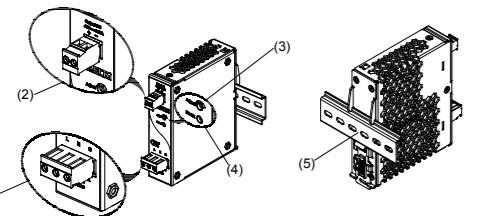

Figure 1
5.2. Anschluss der Ausgangsklemmen (Abb. 1 (2))
Verwenden Sie die Schraubklemmen „+“ und „-“, um den 48Vdc-Anschluss herzustellen. Am Ausgang stehen 48Vdc zur Verfügung. Die Ausgangsspannung kann am Potentiometer zwischen 48 und 56Vdc eingestellt werden. Die grüne LED „DC OK“ zeigt die korrekte Funktion des Ausgangs an (Abb. 1 (4)). Das Gerät verfügt über einen Kurzschluss-, Überlast- und Überspannungsschutz, der auf >57Vdc begrenzt ist.
5.2. Output connection (Fig. 1 (2))
Use the “+” and “-“ screw connections to establish the 48 Vdc connection. The output provides 48Vdc. The output voltage can be adjusted from 48 to 56Vdc on the potentiometer. The green LED DC OK displays correct function of the output (Fig. 1 (4)). The device has a short circuit and overload protection and an over voltage protection limited >57Vdc.